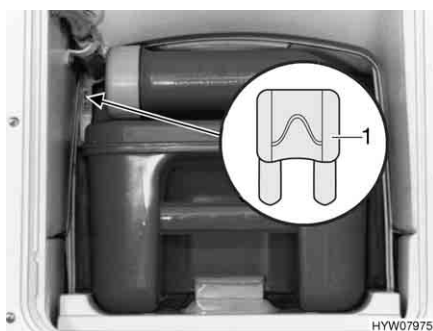

Fig. 128 Fusible des toilettes Thetford
- Changer le fusible (Fig. 128,1).